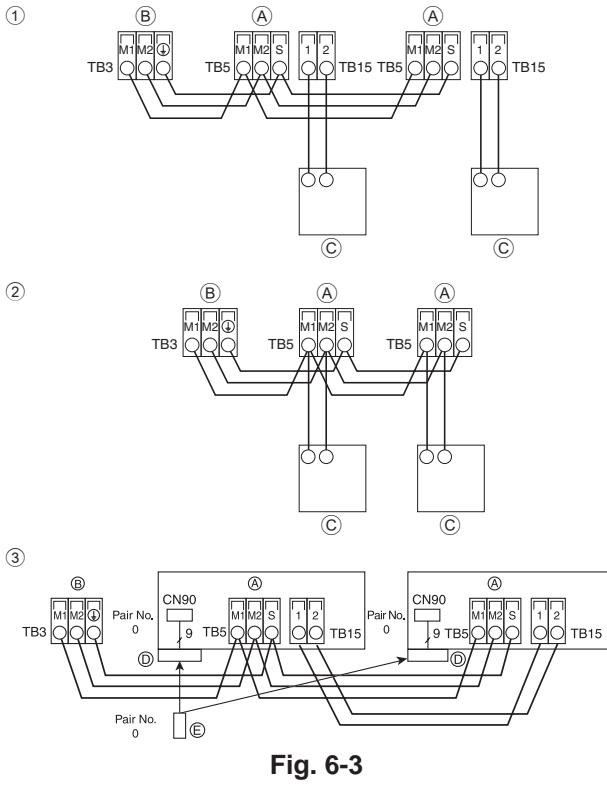

Fig. 6-3
6.4. Anschluss der Fernbedienungs-, Innen- und Außenübertragungskabel (Fig. 6-3)
- ① MA-Fernbedienung
- ② M-NET-Fernbedienung
- ③ Kabellose Fernbedienung (bei Installation des kabellosen Signalempfängers)